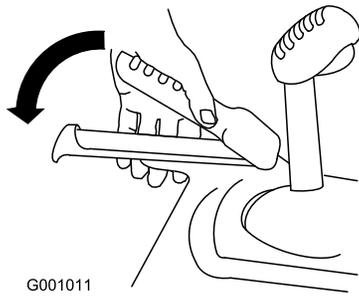

Bild 27
1. Drücken Sie zum Einkuppeln des Fahrtriabs den linken Hebel (Fahrtrieb) zum Handgriff (Bild 27).